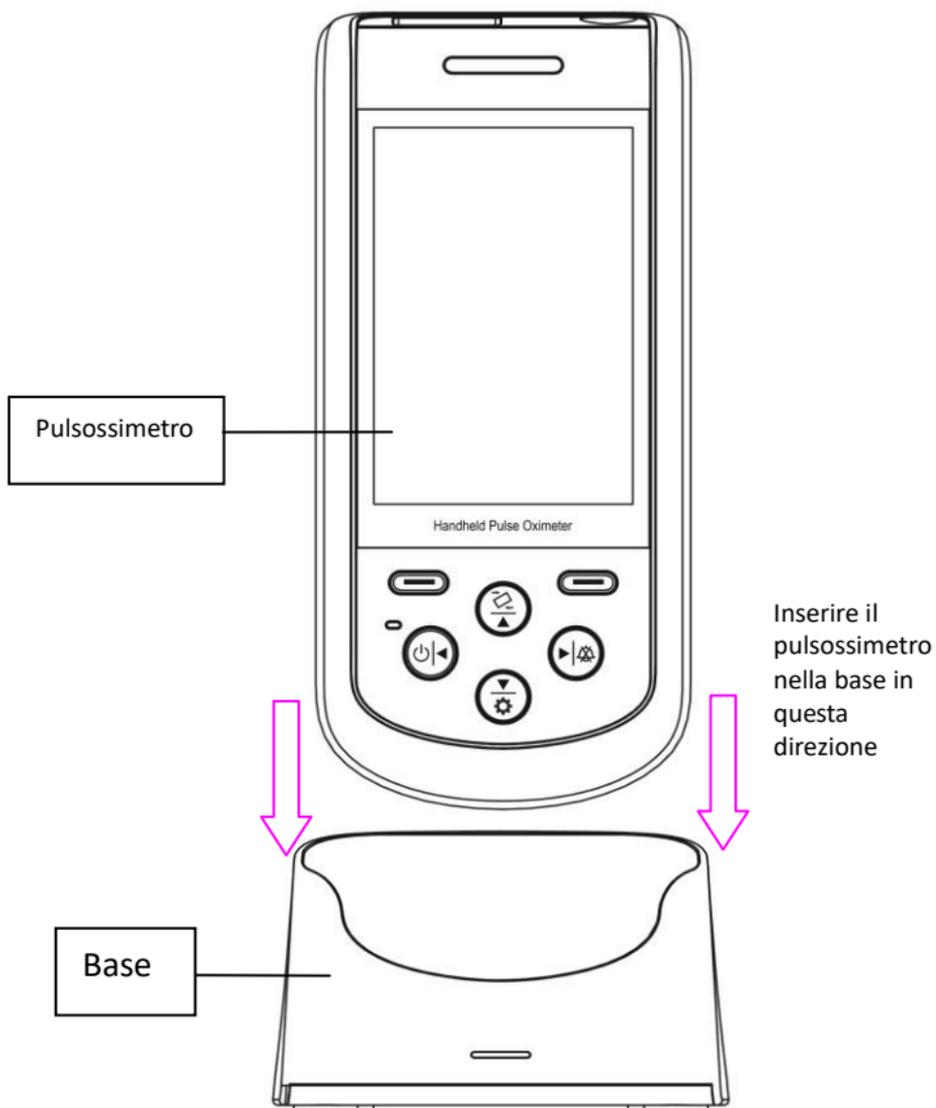

Figura 2.2 Collegamento tra pulsossimetro e base
- 2) Inserire correttamente il dispositivo nella base caricabatterie, e fare attenzione ai segni di polarità, come mostrato nella figura 2.2.